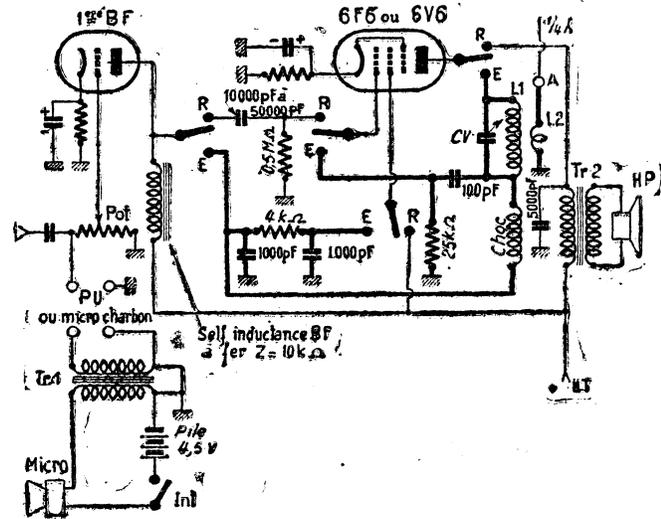

Figure 2
Le schéma du récepteur transformé est donné sur la figure 2. On voit que les modifications à apporter portent sur la partie basse fréquence. Les traits gras indiquent les connexions à ajouter. La commutation émission (E) réception (R) est faite au moyen d'un unique inverseur à